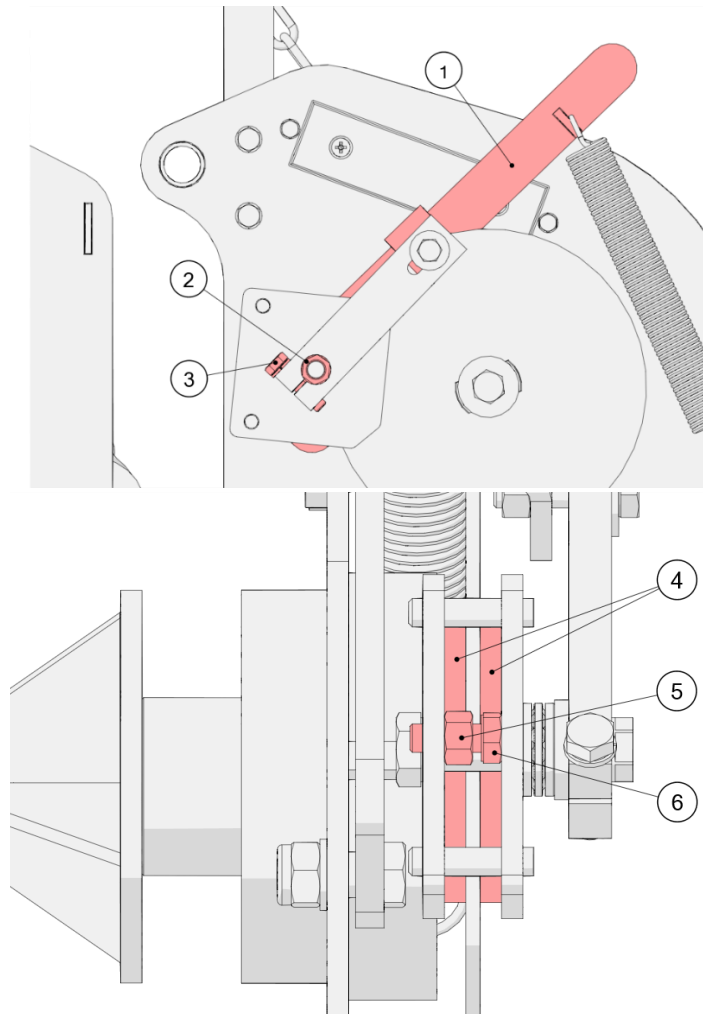

Рисунок 21. Регулировка тормоза механизма обвязывания сеткой
Тормоз механизма обвязывания сеткой должен быть отрегулирован таким образом, чтобы после направления рычага (1) (рис. 21) невозможно было вращать тормозной диск вручную. Для регулировки тормоза:
- Ослабьте винт (3), как показано на рисунке 21;
- Затяните резьбовую втулку (2) так, чтобы тормозные колодки (4) полностью прилегли к тормозному диску;
Если тормозные колодки (4) изношены с одной стороны, выполните следующие действия (рис. 21):
- Ослабьте гайку (5);
- Слегка прикрутите винт (6) так, чтобы колодки были параллельны;
- Затяните гайку (5).